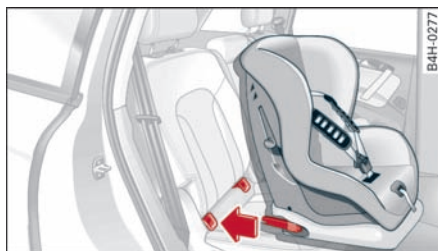

图 187 后座椅：固定有 ISOFIX 固定装置的儿童座椅
- ▶ 将儿童座椅的固定臂推入 ISOFIX 固定件中，直至听到卡止 ⇨ 图 187。